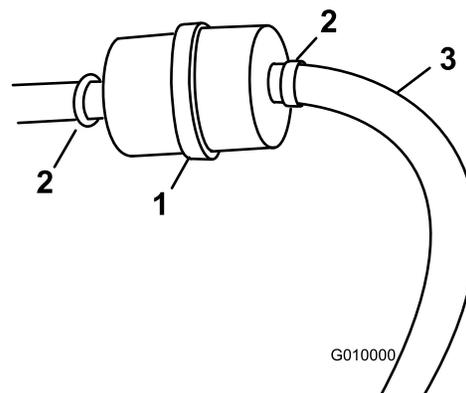

Figura 52
3. Afloje las abrazaderas y deslícelas por el tubo, alejándolas del filtro (Figura 52).
5. Instale un filtro nuevo y apriete las abrazaderas (Figura 52).
3. Afloje la abrazadera cerca del filtro de combustible y deslícela por el tubo, alejándola del filtro de combustible (Figura 52).
4. Desconecte el tubo de combustible del filtro de combustible (Figura 52).
- Nota:** Deje fluir la gasolina a una lata u otro recipiente apropiado (Figura 52).
5. Instale el tubo de combustible en el filtro de combustible. Acerque la abrazadera al filtro de combustible para fijar el tubo de combustible (Figura 52).